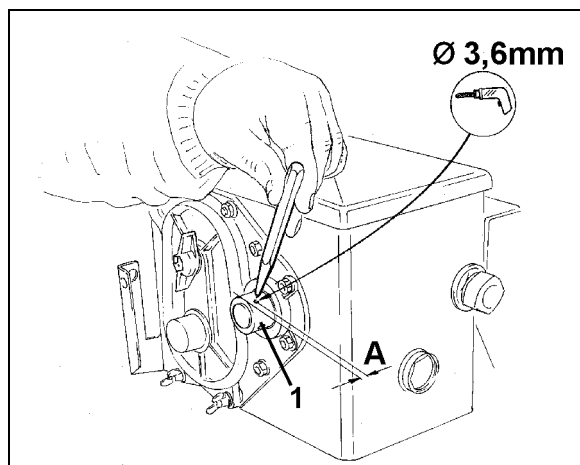

Fig. 10
3. Taladrar un orificio ( $\varnothing$  3,6 mm) en el eje hueco del engranaje con el taladro suministrado (Fig. 10/1).
La distancia **A** (véase Fig. 10) entre el borde del eje hueco y el punto central del taladro es de 5 mm. Centrar el taladro.